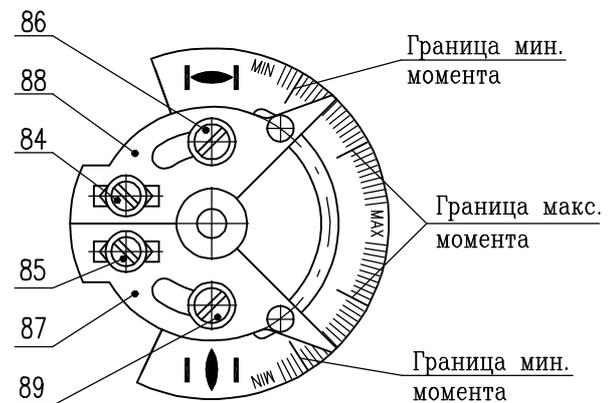

Рис.6 – Узел моментного диска
3. Освободить крепление рычагов на валу узла позиционирования и сигнализации с помощью гайки (83) таким образом, чтобы прижимная пружина еще поджимала.
4. Повращать рычажком (57) S3 в направлении против хода часовой стрелки так, чтобы контакт путевого конечного выключателя (37) S3 срабатывал (при этом слышится легкий щелчок), а на пульте управления появился сигнал для включения лампочки EL2 – “открыто”.
7. Повращать рычажком (56) S4 в направлении хода часовой стрелки так, чтобы срабатывал (легкий щелчок) контакт выключателя (39) S4. Этим обеспечивается сигнал на пульте управления и сигнальная лампочка EL1 – “закрыто” засветится.
8. Дополнительные сигнальные выключатели (39) S5, (40) S6 настроить в соответствии со схемой подключения.
9. Зафиксировать положение рычажков узла позиционирования и сигнализации гайкой (83).
12. При регулировании моментного диска в положении “открыто” и “закрыто” необходимо руководствоваться паспортом, в котором имеется графа “регулирование крутящих моментов выключения”. Моментный диск имеет шкалы (интервалы) диапазонов крутящих моментов выключения в направлении “открывает” и “закрывает”. В рамках этих интервалов возможно регулирование моментного узла сегментами (87, 88) – грубое регулирование или винтами (84, 85) – тонкое регулирование – рис. 6.